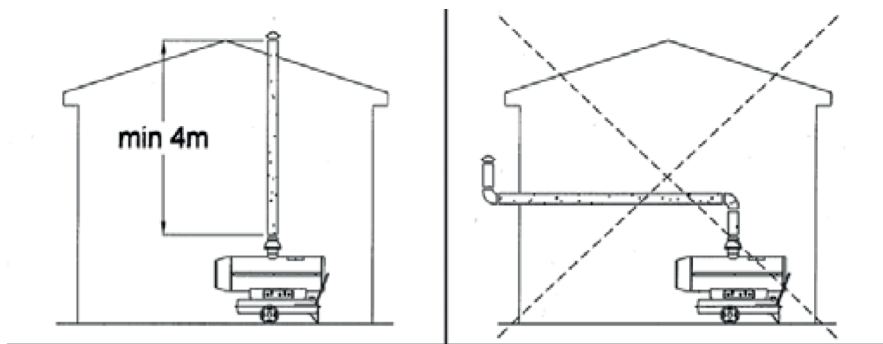

Рисунок 3. Схема встановлення у приміщенні обігрівача непрямого нагріву.
5.1.4 Встановлення виробу (рис. 3).